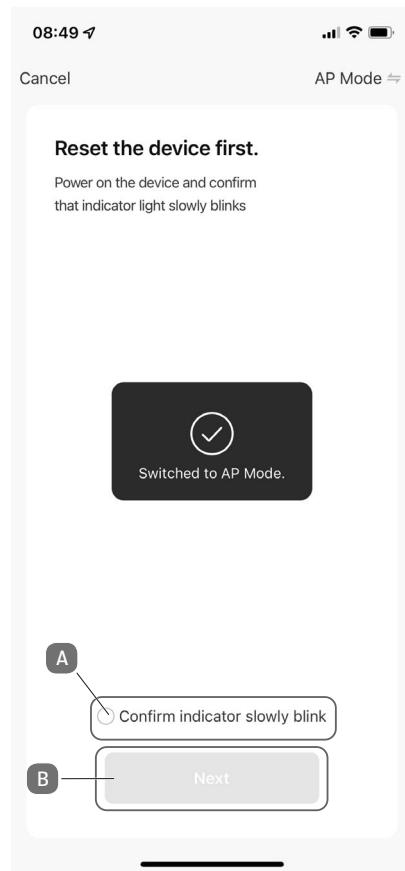

Afb. 4
- Druk nu rechtsboven op **EZ-MODUS** (zie **afb. 4**).